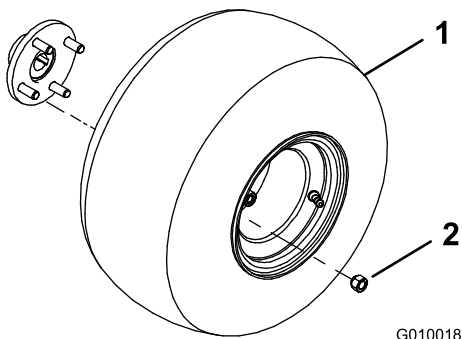

图3
3. 安装车轮螺母（图3），并上紧扭矩至 61~75N•m。